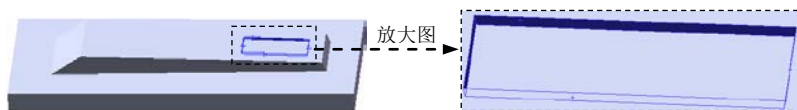
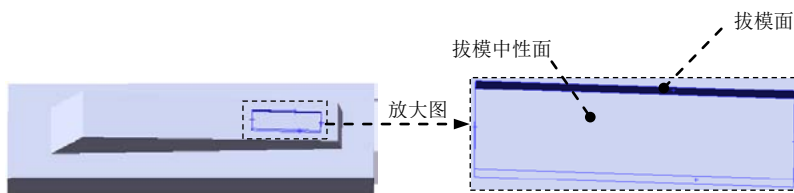

图 12.2.10 拔模 2
图 12.2.11 拔模参考面
Step6. 创建图 12.2.10 所示的零件特征——拔模 2。
(1) 选择命令。选择下拉菜单 **插入(I)** → **特征(F)** →  **拔模(B)**... 命令（或单击“特征(F)”工具栏中的  按钮）。
(2) 定义拔模中性面。在 **中性面(N)** 区域的  中选取图 12.2.11 所示的表面作为拔模中性面。
(3) 定义拔模面。在 **拔模面(F)** 区域的  选项选取图 12.2.11 所示的表面作为拔模面。